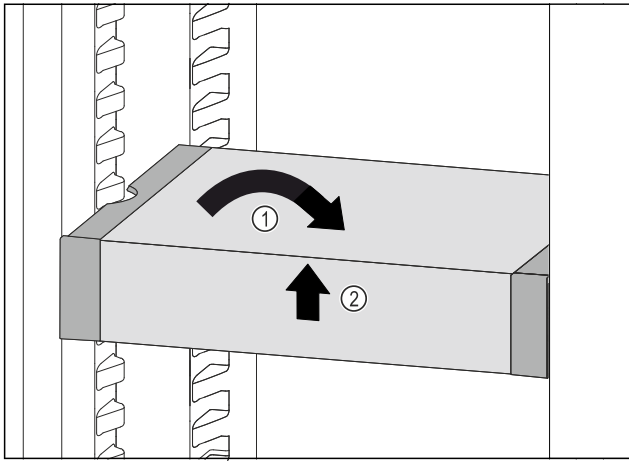

Fig. 75
- ▶ Установите VarioSafe прямо. Fig. 75 (1)
- ▶ Приподнимите VarioSafe спереди. Fig. 75 (2)